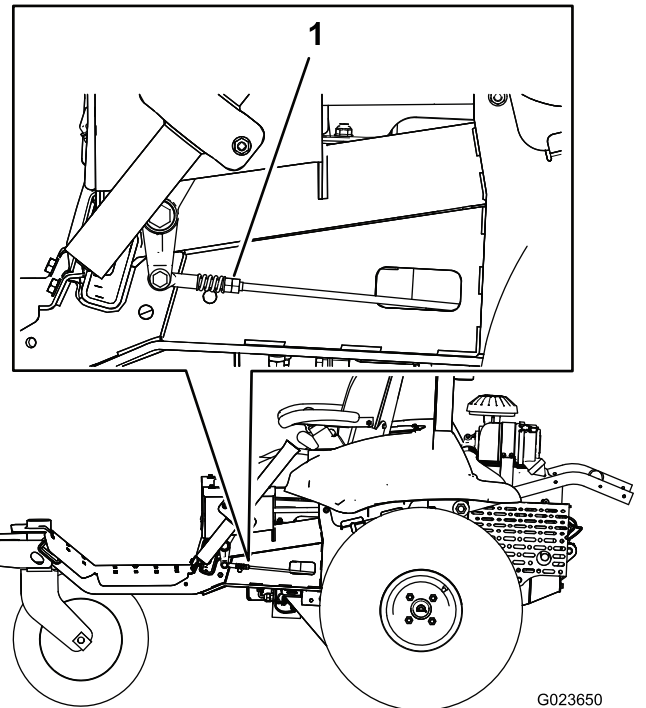

Figura 61
7. Num lado da máquina, lentamente rode as porcas duplas na ligação (Figura 61) até a roda desse lado começar a rodar, depois rode as porcas duplas na direção oposta até a roda rodar na outra direção.